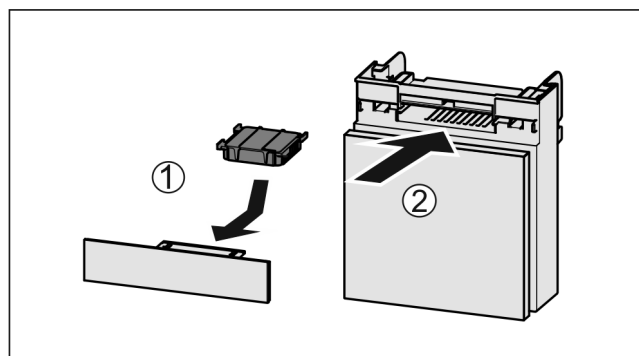

Fig. 81
- ▶ Aktivkohlefilter nach Abbildung einsetzen Fig. 81 (1).
- ▶ Fach einschieben *Fig. 81 (2)*.